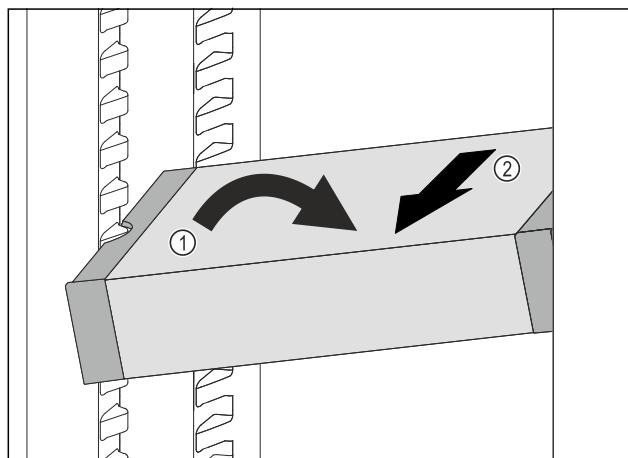

Fig. 152
- ▶ Расположите VarioSafe в холодильном отделении под наклоном. Fig. 152 (1)
- ▶ Извлеките VarioSafe движением вперед. Fig. 152 (2)